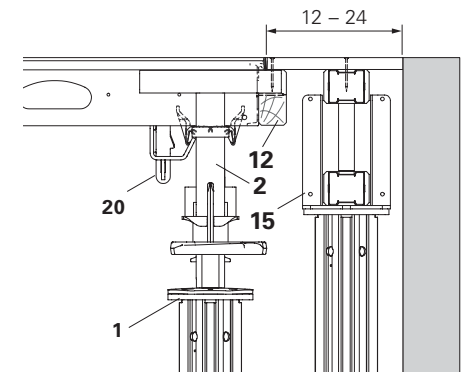

Fig. A5.38
1. Posare l'elemento a telaio SDP (3) oltre la trave SLT (2) e assicurarla con la morsa con cuneo (20).
2. Avvitare un travetto di adattamento SPH (12) o un travetto squadrato all'elemento.
3. Disporre un puntello supplementare con testa a croce (15) e trave per casseforme.
4. Posare il pannello di rivestimento (16) e inchiodare. (Fig. A5.38)